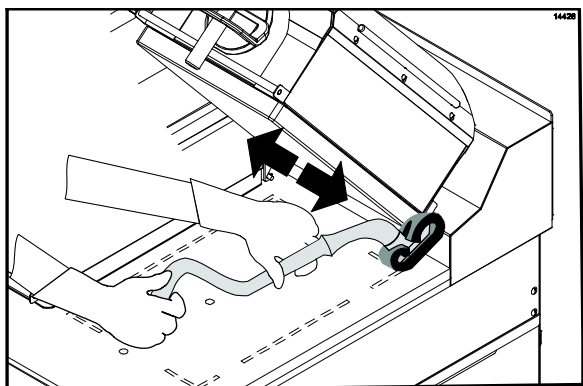

Figure 98
25. Frotter l'arrière des plaques, en commençant par la plaque de droite et en finissant par la plaque de gauche (Cf. Figure 98).